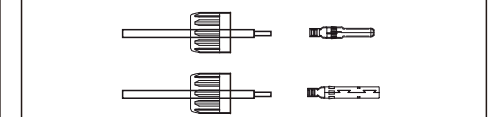

Figura 5.14 Inserte el cable en la tapa de la tuerca y el pin de contacto
2. Inserte el cable en la tuerca ciega del conector y el pin de contacto. (vea la Figura 5.14)